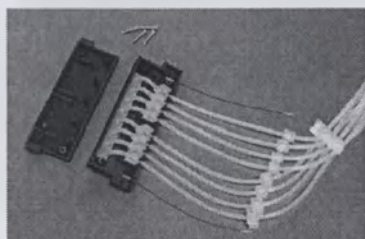

Рисунок 5-32. Проволока, ограничивающая натяжение, вставлена
4. Вставьте проволоку, ограничивающую натяжение, в соответствующие пазы (рисунок 5-32).